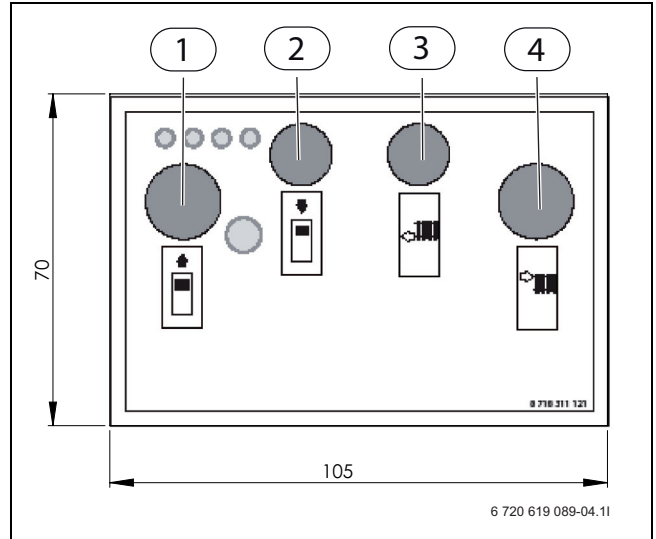

Fig. 5 Pegatina
- ▶ Conectar la alimentación del módulo AW (→ fig. 5, [1]) a la conexión para la alimentación de la calefacción en el módulo AW.
- ▶ Conectar el retorno al módulo AW (→ fig. 5, [2]) a la conexión para el retorno de la calefacción en el módulo AW.
- ▶ Conectar la tubería de alimentación y de retorno de la instalación de calefacción (→ fig. 5, [3 y 4]) a los radiadores, al sistema de calefacción de suelo radiante o a los fan coils.